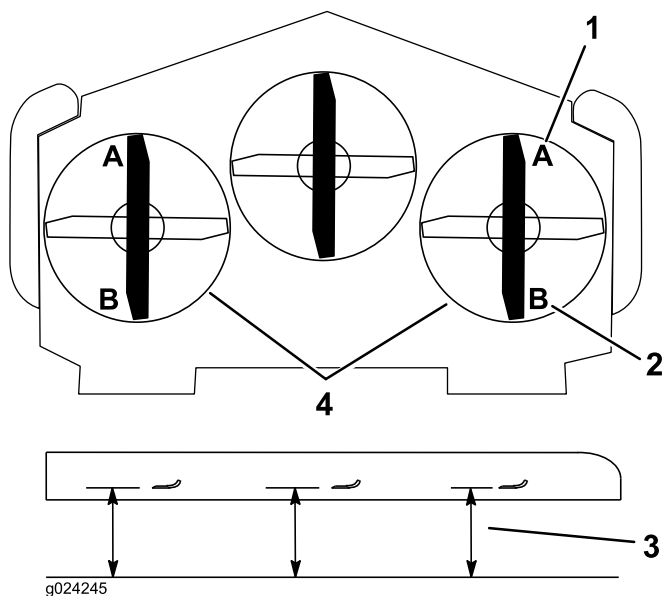

Figura 86
8. Su ambo i lati del piatto di taglio, misurate dalla superficie piana all'estremità anteriore della lama (posizione A) (Figura 86).
Nota: La misura deve essere di 7,6 cm; fate riferimento a Figura 86.
14. Su ambo i lati del piatto di taglio, misurate dalla superficie piana all'estremità posteriore della lama (posizione B). Verificate che la misurazione sia 8,3 cm (**Figura 86**).